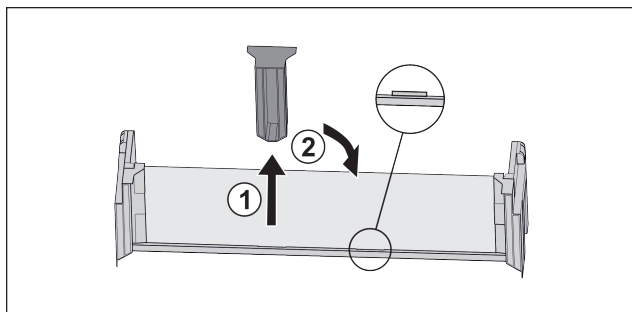

Fig. 69
- Extraire la pièce de retenue centrale Fig. 69 (1).
- Insérer la pièce de retenue centrale en deuxième position Fig. 69 (2).